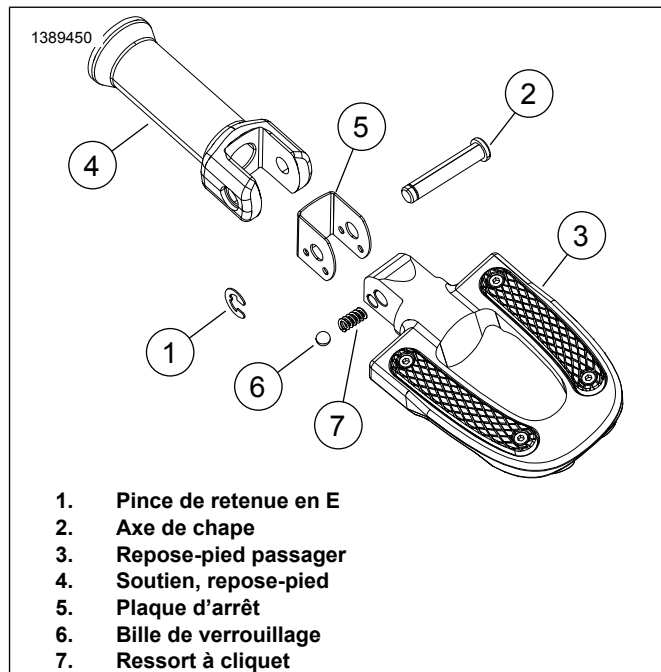

Figure 2. Supprimer/installer l'ensemble de marchepied
1. **Modèles Softail** : Figure 2 Retirer l'axe d'épaulement (2) et l'attache en E (1). Conserver pour une utilisation ultérieure.
1. Figure 2 Insérer le ressort à cliquet (7) dans le nouveau repose-pied (3).